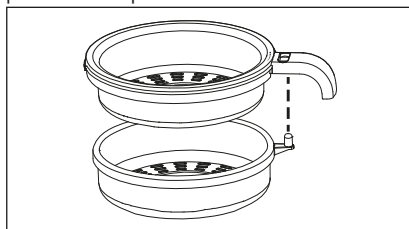

Fig. 1
- ◆ Monte el filtro **4/5**. Coloque ambas piezas la una sobre la otra de forma que el interruptor de selección **6** sobresalga a través del orificio de la parte superior **4** (Fig. 1). Presione ambas piezas hasta que encastran.